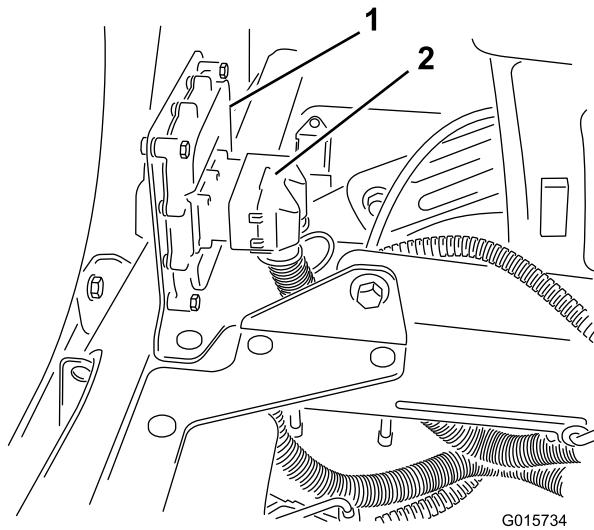

Figura 16
- Ligue o terminal na cablagem ao controlador electrónico e prenda-o com uma chave Allen (Figura 16).